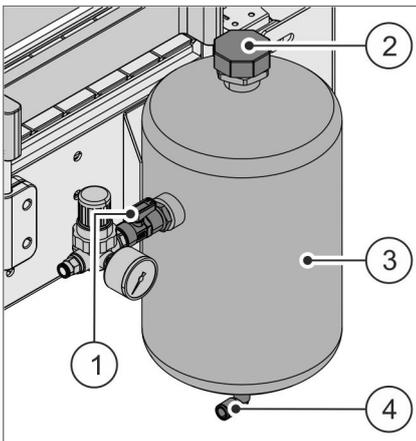

Abb. 57 Druckbehälter reinigen
01. Kugelhahn **Abb. 57/①** am Druckregler 90° versetzt zur Fließrichtung stellen.
- ▶ Der Druckbehälter **Abb. 57/③** wird entlüftet.
02. Auffangbehälter unterhalb des Steckanschlusses **Abb. 57/④** positionieren.
03. Schlauch, der zur Einspritzdüse am Verkorker führt, vom Steckanschluss **Abb. 57/④** abziehen.
04. Verschlusskappe **Abb. 57/②** am Druckbehälter öffnen.
05. Schlauch wieder am Steckanschluss **Abb. 57/④** anschließen.
07. Schlauch wieder vom Steckanschluss **Abb. 57/④** abziehen.
09. Schlauch wieder am Steckanschluss **Abb. 57/④** anschließen.
11. Verschlusskappe **Abb. 57** / ② am Druckbehälter schließen.
12. Kugelhahn **Abb. 57** / ① am Druckregler in Fließrichtung stellen.